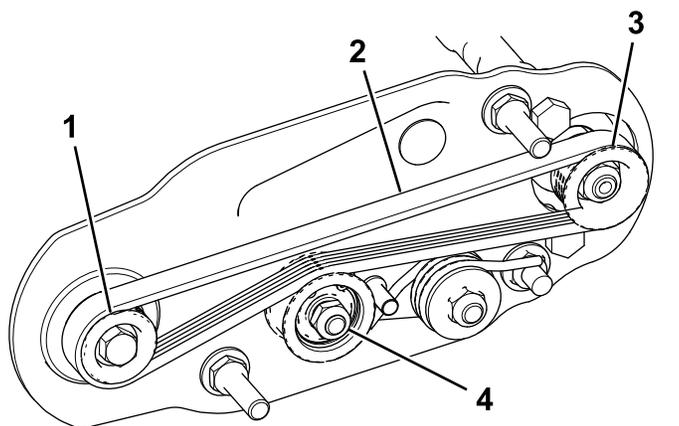

Figura 23
A. Avvolgete la cinghia intorno alla puleggia **motrice** e successivamente intorno alla parte superiore della puleggia tendicinghia (Figura 23).
- B. Avviate la cinghia sulla puleggia **condotta** (Figura 23).